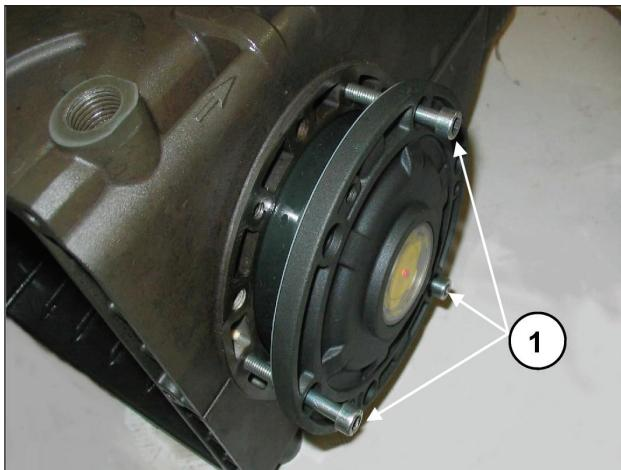

Fig. 8
Para facilitar la introducción del primer tramo y de la correspondiente introducción de las tapas sobre el cárter, se recomienda utilizar Nº 3 tornillos M6 x 40 parcialmente roscados, (Fig. 8, pos. ①) para después completar la operación con los tornillos incluidos en la dotación (M6x18).
Para acercar las dos tapas laterales al cárter se pueden utilizar Nº 3 tornillos M6x40 para una primera fase de orientación como se indica en la Fig. 8, y los tornillos previstos para la fijación final.